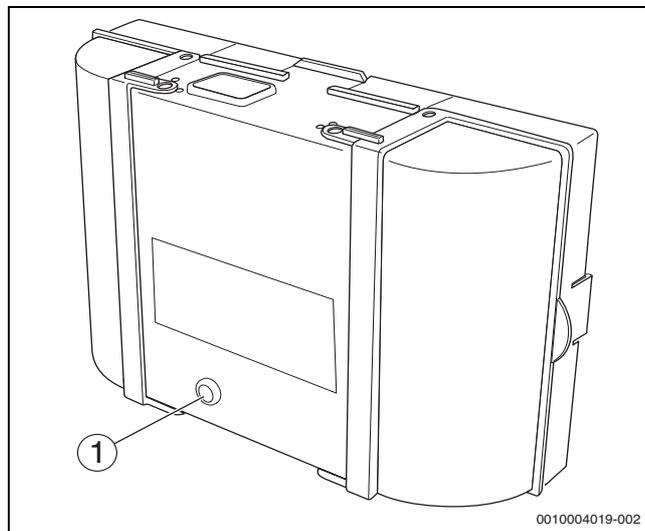

Fig. 14 Remise à zéro des défauts sur l'automate de combustion
- Appuyer sur la touche reset sur les automates de combustion (→ fig. 14). Le défaut disparaît de l'écran.